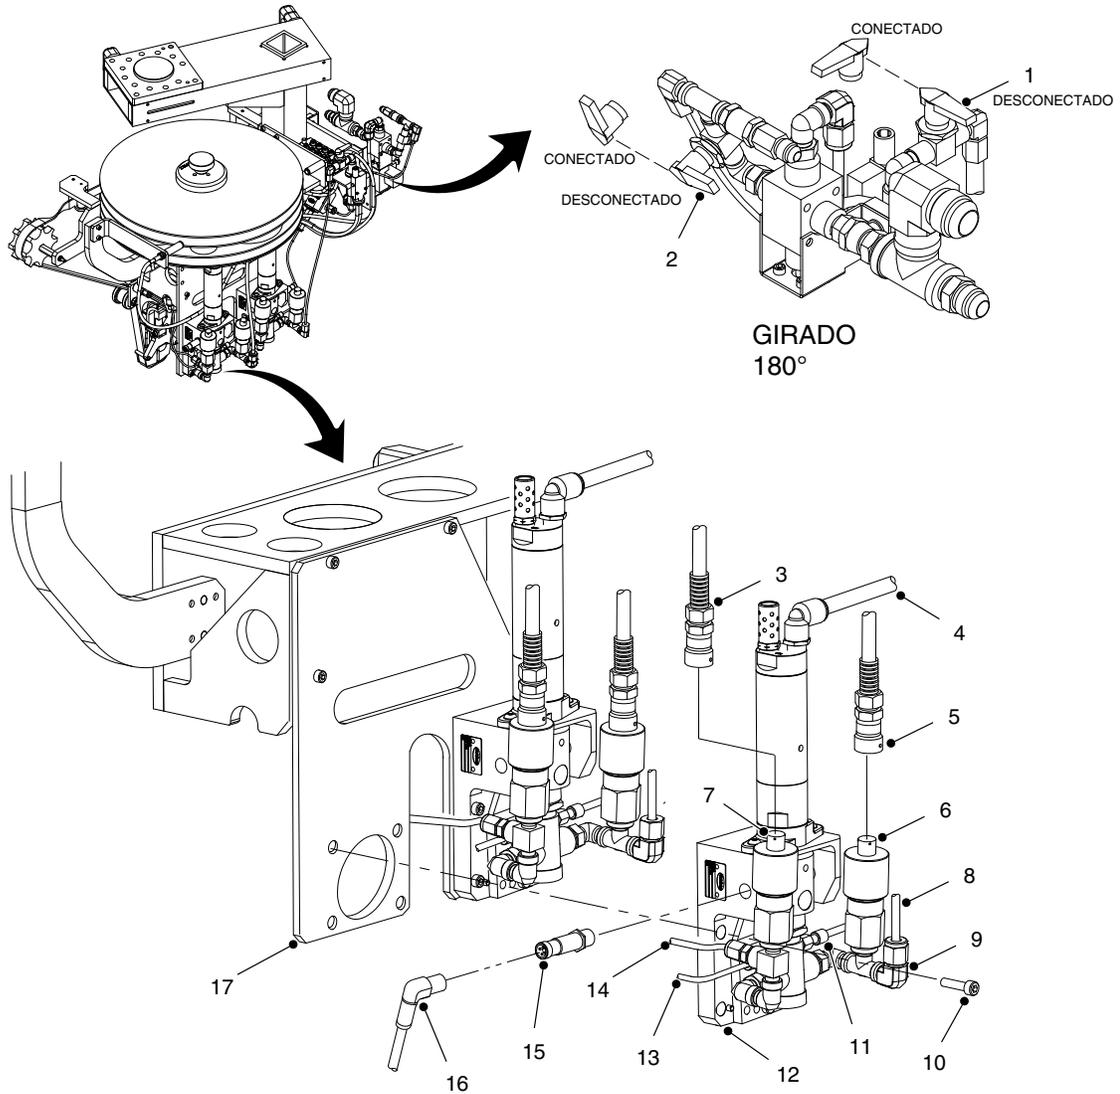
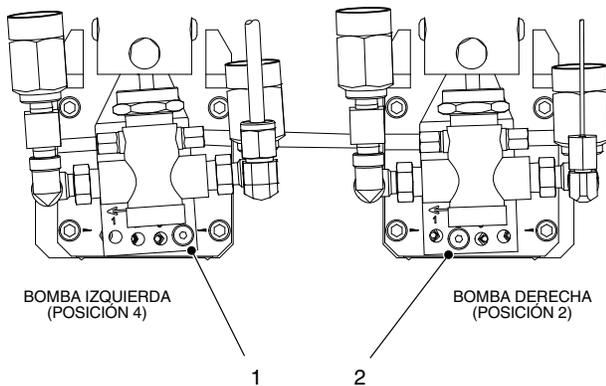
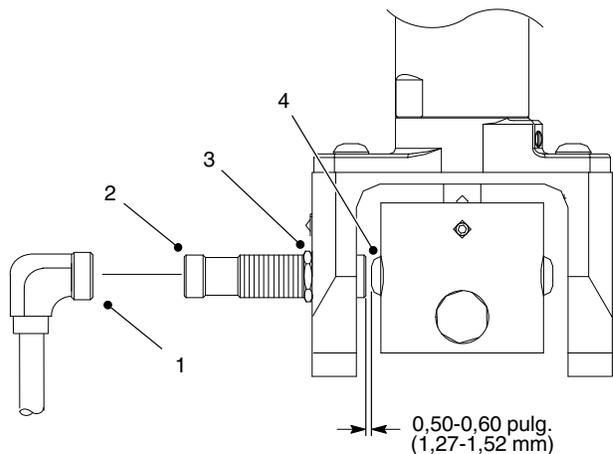

Figura 4 Sustitución de la bomba (típica)
Figura 5 Posición de la placa de ajuste de las bombas
Figura 6 Espacio de sensor de proximidad
2. Ver la figura 4. Llevar a cabo los pasos que procedan:
- a. Bomba de imprimación negra: enjuagar la bomba de imprimación negra. Una vez enjuagada la bomba de imprimación negra, girar la válvula de cierre de disolvente (2) a la posición de desconexión.
- b. Bomba de imprimación pura: girar la válvula de imprimación pura (1) a la posición de desconexión.
3. Desconectar la línea de suministro de aire (4) de la bomba (12).
4. Desconectar los conectores (3, 5) de los transductores de presión de entrada (6) y salida (7).
5. Colocar un recipiente adecuado para desechos debajo de la bomba (12).
6. Desconectar las líneas de suministro de imprimación (8, 14) y las líneas de disolvente (11, 13) de la bomba (12).
7. Desconectar el conector (16) del sensor de proximidad de caudal (15). Retirar el sensor de proximidad de caudal de la bomba (12).
8. Retirar los tornillos (10) que unen la bomba (12) a la placa de montaje (17).
9. Retirar el racor de suministro de imprimación (9) de la bomba (12).
1. Ver la figura 4. Instalar el racor de suministro de imprimación (9) en la bomba (12).
2. Aplicar Loctite 242 a las roscas de los tornillos (10). Instalar la bomba (12) en la placa de montaje (17) utilizando los tornillos. Apretar los tornillos a 36 pulg.-lb (4 N•m).
3. Ver la figura 5. Asegurarse de que los tornillos de la placa de ajuste de las bombas izquierda y derecha (1, 2) están instalados tal y como se muestra.
4. Ver la figura 6. Instalar el sensor de proximidad (2) en la bomba. Asegurarse de que el espacio entre la cara del sensor de proximidad (2) y el tornillo de cabeza redondeada del husillo de imprimación (4) sea de 0,050-0,060 pulg. (1,27-1,52 mm). Apretar firmemente la tuerca de bloqueo (3).
5. Conectar el conector (1) al sensor de proximidad (2).
6. Ver la figura 4. Conectar las líneas de suministro de imprimación (8, 14) y las líneas de disolvente (11, 13) a la bomba (12).
7. Conectar los conectores (3, 5) a los transductores de presión de entrada (6) y salida (7).
8. Conectar la línea de suministro de aire (4) a la bomba (12).